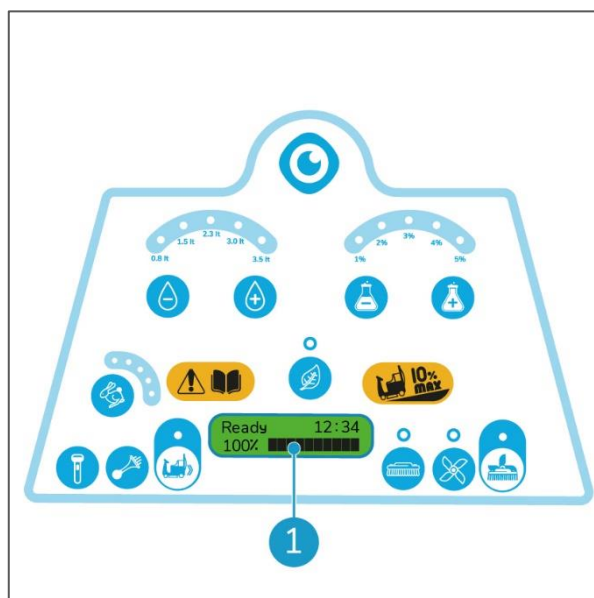

Figura 60
10. Aspettare qualche secondo. Lo schermo dovrebbe indicare il 100% e tutte le 10 barre dello schermo del livello della batteria dovrebbero essere visibili (Figura 60, pos 1). i-drive è pronto per un nuovo ciclo di lavoro.